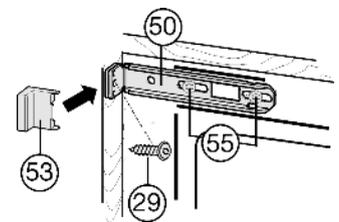

Fig. 18
- ▶ Allentare le viti Fig. 18 (55).
- ▶ Avvitare la squadretta di fissaggio Fig. 18 (50) superiore al fianco del mobile con viti per truciolare Fig. 18 (29) $\varnothing 4 \times 19$.
- ▶ Staccare l'estremità sporgente della copertura Fig. 18 (53).
- ▶ Serrare le viti Fig. 18 (55).
- ▶ Applicare sopra la copertura Fig. 18 (53).